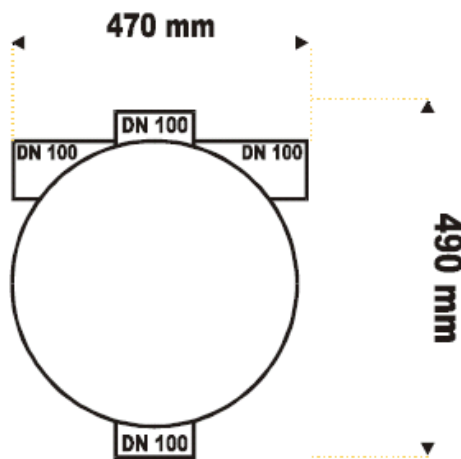

Figura 3
10) É indicado a instalação de um ``By Pass``, ligando a canalização de água de chuva antes do filtro diretamente à canalização da galeria pluvial, pois caso haja um excesso de água de chuva no sistema este excesso corre direto para a galeria pluvial evitando um possível colapso. (Figura 3)